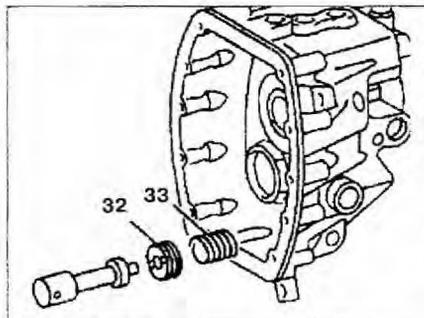

Рис. 4.85. Выкрутите резьбовую втулку 32 из корпуса коробки передач и снимите пружину 33.
9. Выкрутите резьбовую втулку 32 из корпуса коробки передач и снимите пружину 33 (рис. 4.85).